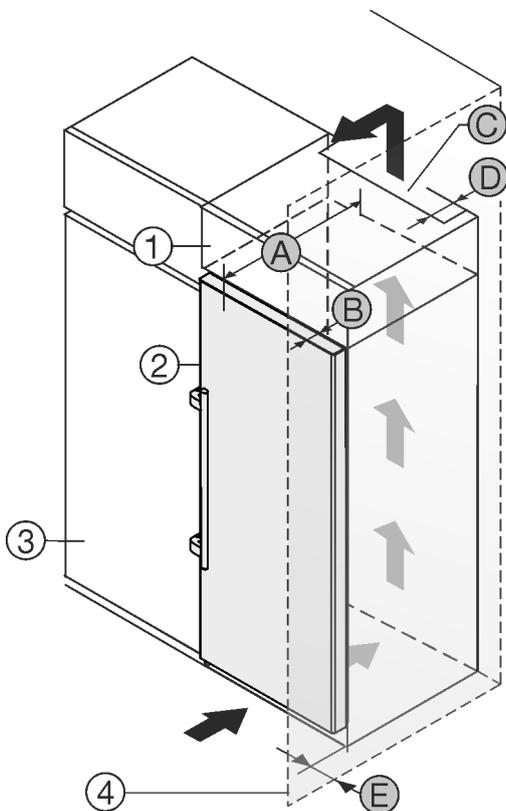

Fig. 2
Vous pouvez placer le réfrigérateur directement à côté de l'armoire de cuisine Fig. 2 (3)*
Une sortie d'air avec la profondeur Fig. 2 (D) doit être présente au dos de la rehausse sur toute sa largeur.*
La section de ventilation Fig. 2 (C) sous plafond doit être respectée.*
Si le réfrigérateur est installé avec les charnières près d'une paroi Fig. 2 (4), la distance entre le réfrigérateur et la paroi doit être d'au moins 57 mm. Cela correspond au dépassement de la poignée lorsque la porte est ouverte.*
Pour pouvoir ouvrir complètement les portes, le réfrigérateur doit dépasser de la profondeur de la porte Fig. 2 (B) par rapport à la façade du placard. L'appareil peut déborder encore plus en fonction de la profondeur des placards Fig. 2 (3) et de l'utilisation de cales d'épaisseur.*